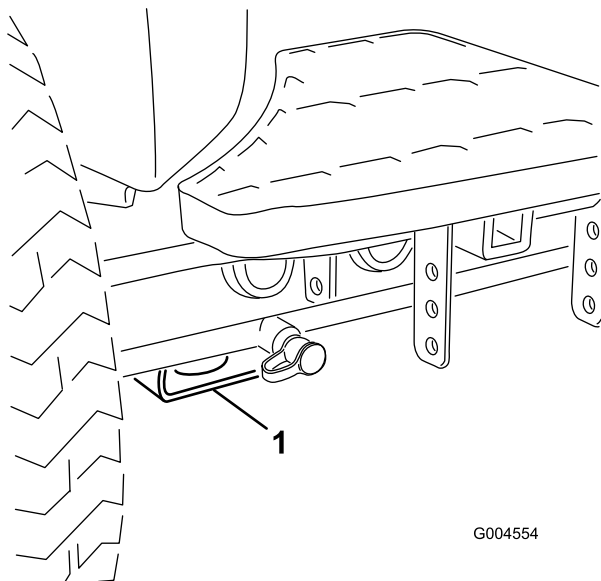

図 28
- 機体の前側各前輪の内側のアクスルチューブの下にある四角いパッド 図 28。